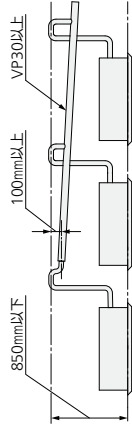

図11
- 集合ドレン配管を行う場合は 1/100 以上の下り勾配を付け、ドレン配管立ち上がり部より低くなるようにしてください。(100mm 以上) (図11)
- 集合ドレン配管の太さは集合した本体の台数に見合うだけの太い配管 (VP30以上) で施工してください。(図11)